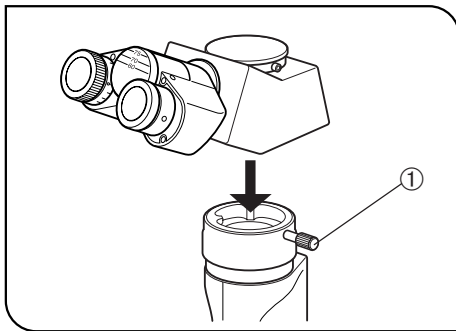

Abb. 32
7 Montieren des Beobachtungstubus (nur CKX41) (Abb. 32)
1. Die Feststellschraube ① des Beobachtungstubus so weit lösen, dass sie nicht herausfällt. (Abb. 32)
2. Die Ringschwalbenaufnahme an der Unterseite des Beobachtungstubus in die Aufnahme am Mikroskopstativ einsetzen. Den Beobachtungstubus so ausrichten, dass die Okulare direkt nach vorne weisen, und die Feststellschraube anziehen. (Abb. 32)